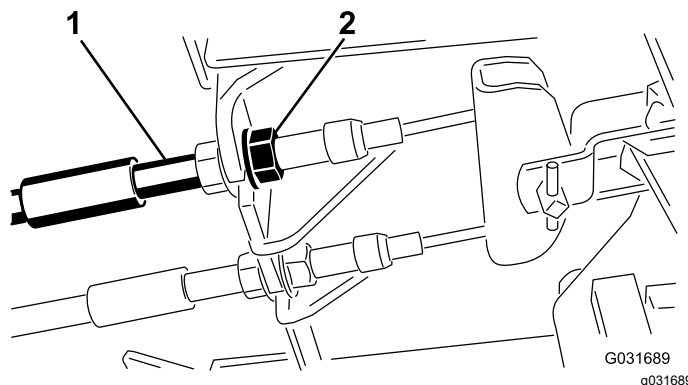

Figura 88
1. Per ridurre il gioco dei pedali del freno, stringete i freni allentando il dado anteriore sull'estremità filettata del cavo del freno (Figura 88).